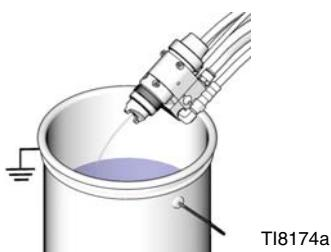

图 9：泄压
重新组装喷枪时, 请遵循图 8 和图 9 中的维修注释。
- 拧开四个螺钉 (14), 从歧管卸下喷枪。
- 拧下喷嘴固定螺母 (7)。卸下喷嘴 (9) 及垫圈 (8)。参见图 8 和图 9。
- 从活塞壳体 (1) 卸下活塞帽 (18)。卸下弹簧 (20 和 19)。
- 用随供的扳手 (34) 拧松流体枪针定位螺钉 (16)。卸下枪针止动器 (17)。